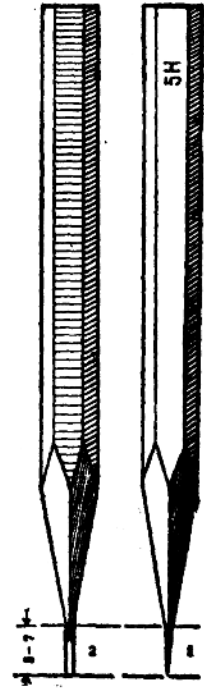

图 1-5
2. 铅笔的削磨: 削铅笔时应保留表示软(B)硬(H)标志的一端。用于刺点、写字、绘小符号和精短直线、曲线的铅心,削磨成圆锥形,如图1-5之1,如果依靠直尺绘精确的长直线,铅心要磨成楔形,如图1-5之2。铅笔削磨成圆锥形和楔形后,要用软纸或布将铅芯上的铅灰抹干净,抹后在纸上轻轻磨几下,待铅笔尖端光滑后再用,这既可避免铅灰散落图面污染图纸,又可保持绘线的圆滑。不用时用纸筒将铅芯保护好。